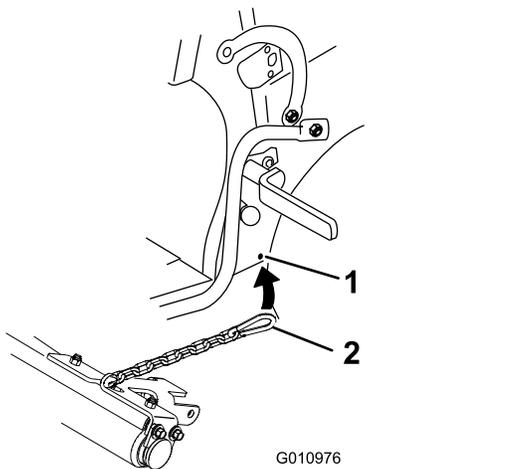

Figure 7
3. Engagez le bout de la chaîne dans le trou de la plaque latérale inférieure avant de la plate-forme. Répétez la procédure de l'autre côté (Figure 7).